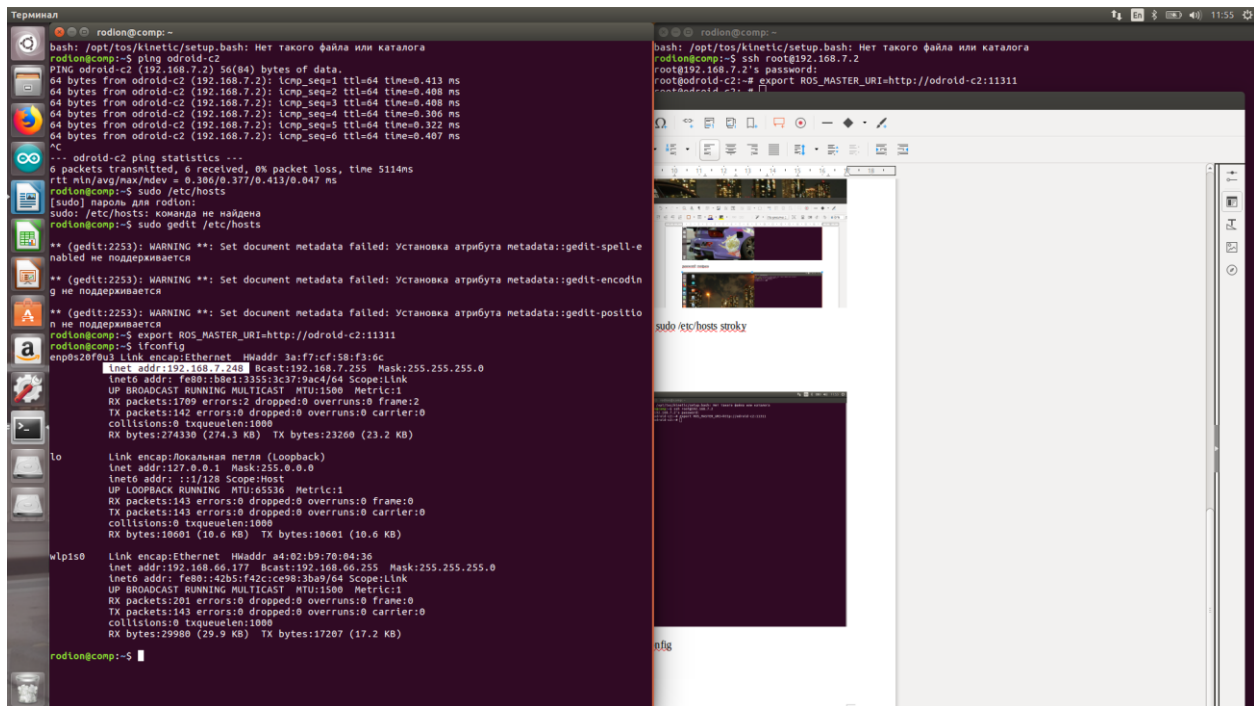

Рис. 23. Проверка правильности IP-адреса мастера
5. Теперь необходимо проверить правильность установленного IP-адреса компьютера с помощью команды «*ifconfig*» (рис. 23).